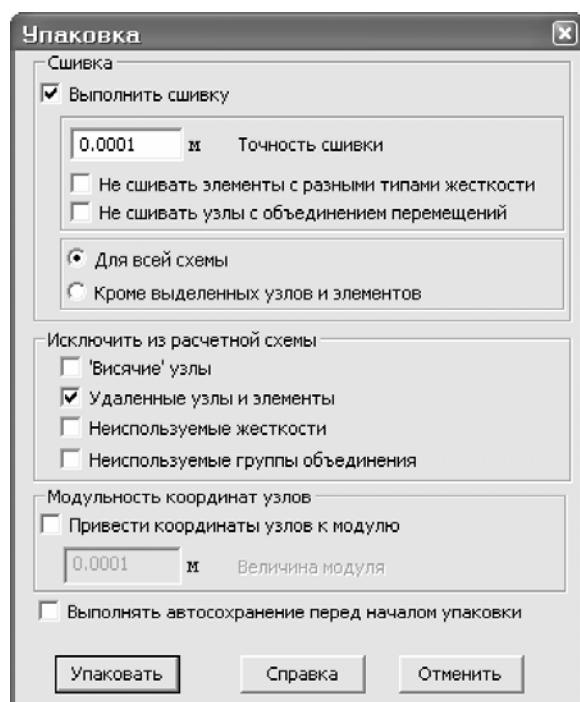

Рис.3.6. Диалоговое окно **Упаковка схемы**
- С помощью меню **Схема ⇒ Корректировка ⇒ Упаковка схемы** (кнопка  на панели инструментов) вызовите диалоговое окно **Упаковка** (рис.3.6).